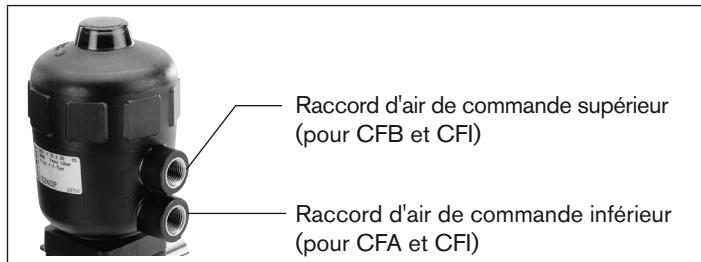

Fig. 31 : *Raccord d'air de commande*
- Appliquez de l'air comprimé sur le raccord supérieur d'air de commande (valeur indiquée sur la plaque signalétique) (voir Fig. 31 : *Raccord d'air de commande* »).